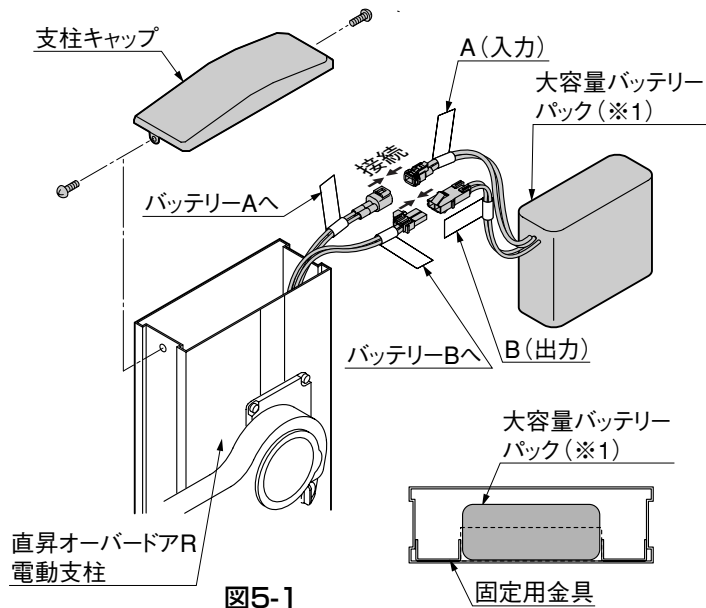

図5-1
- ① オーバードアR電動支柱側のキャップを外してください。
- ② 柱内から出ている配線を図5-1にしたがい、大容量バッテリーパックのコネクタに接続してください。